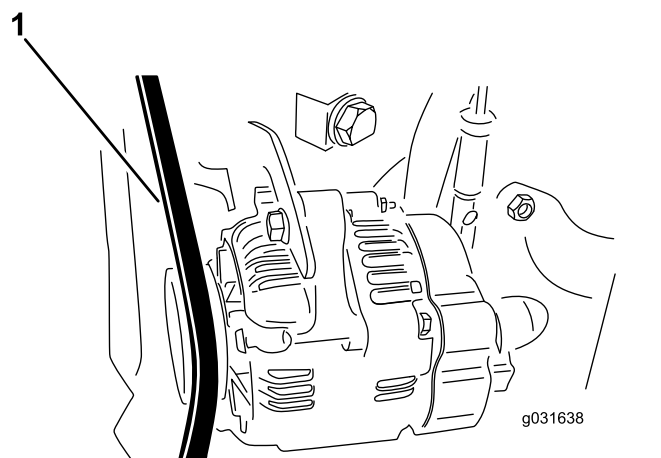

Рисунок 60
2. Приложите усилие 30 Н к ремню генератора в точке посередине между шкивами (Рисунок 60).